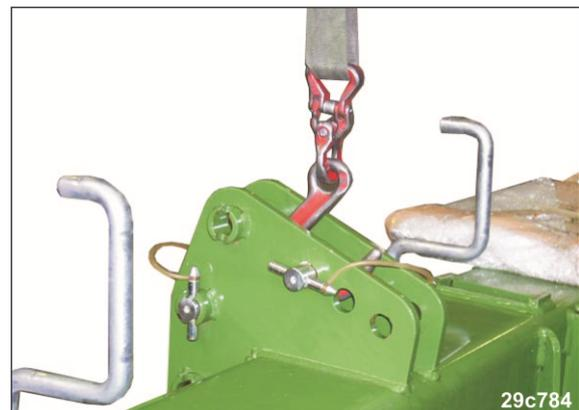

Fig. 3
1. Fixer une chaîne aux endroits indiqués sur la machine (voir Fig. 3).